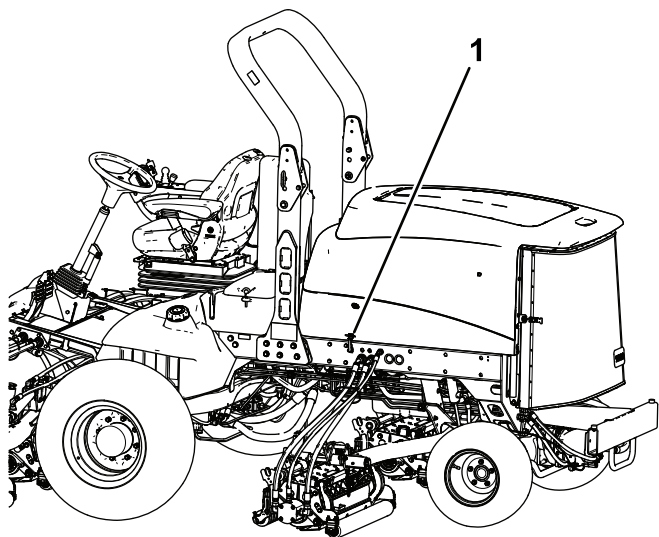

Figure 33
1. Décrochez le loquet de capot de son support (Figure 33).